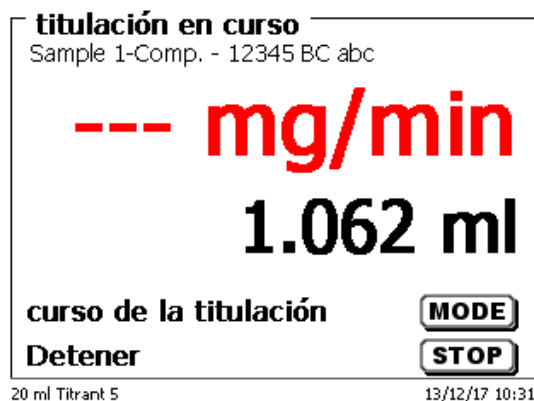

Fig. 69
- el uso en ml con la deriva en $\mu\text{g}/\text{min}$ (Fig. 69),